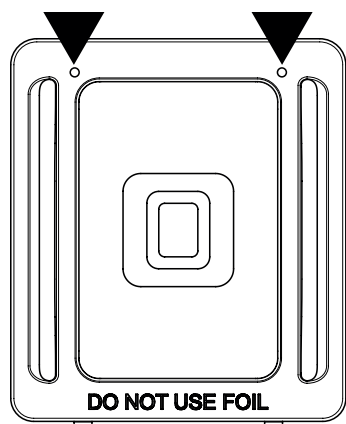

Figura 14a
1. Retire los dos tornillos de la parte posterior de la parte inferior del horno. Levante la parte inferior del horno fuera de la cavidad (consulte la Figura 14a).